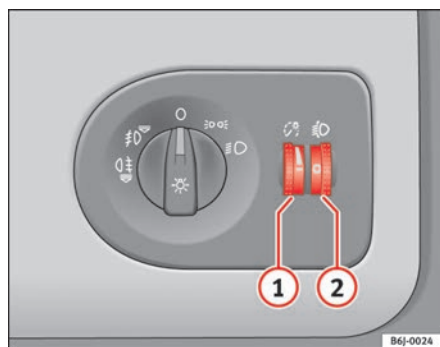

Fig. 51 Tablero de instrumentos: reguladores de la iluminación de instrumentos y mandos y del alcance de los faros
Con las luces encendidas se puede regular la intensidad de la luz de los instrumentos y mandos girando la ruedecilla moleteada ⇒ fig. 51 ①.